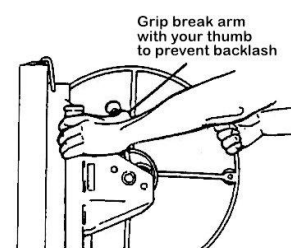

Figure 3
- b) Ridicați brațul de frână până la capăt. Prinde troluiul și țineți ferm tija de frână cu degetul mare pentru a preveni rebound (Fig. 3).